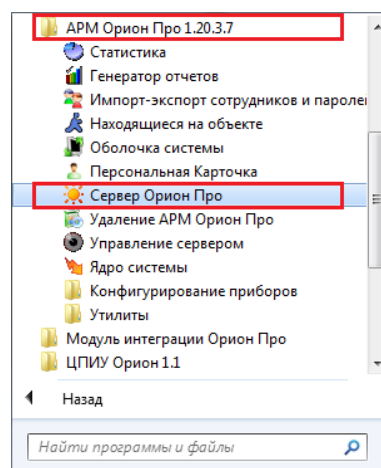

Рисунок 3-2 Запуск ЦСО из меню "Пуск"
- выберите «Сервер Орион Про» в списке группы ярлыков «АРМ Орион Про» (см. Рисунок 3-2).